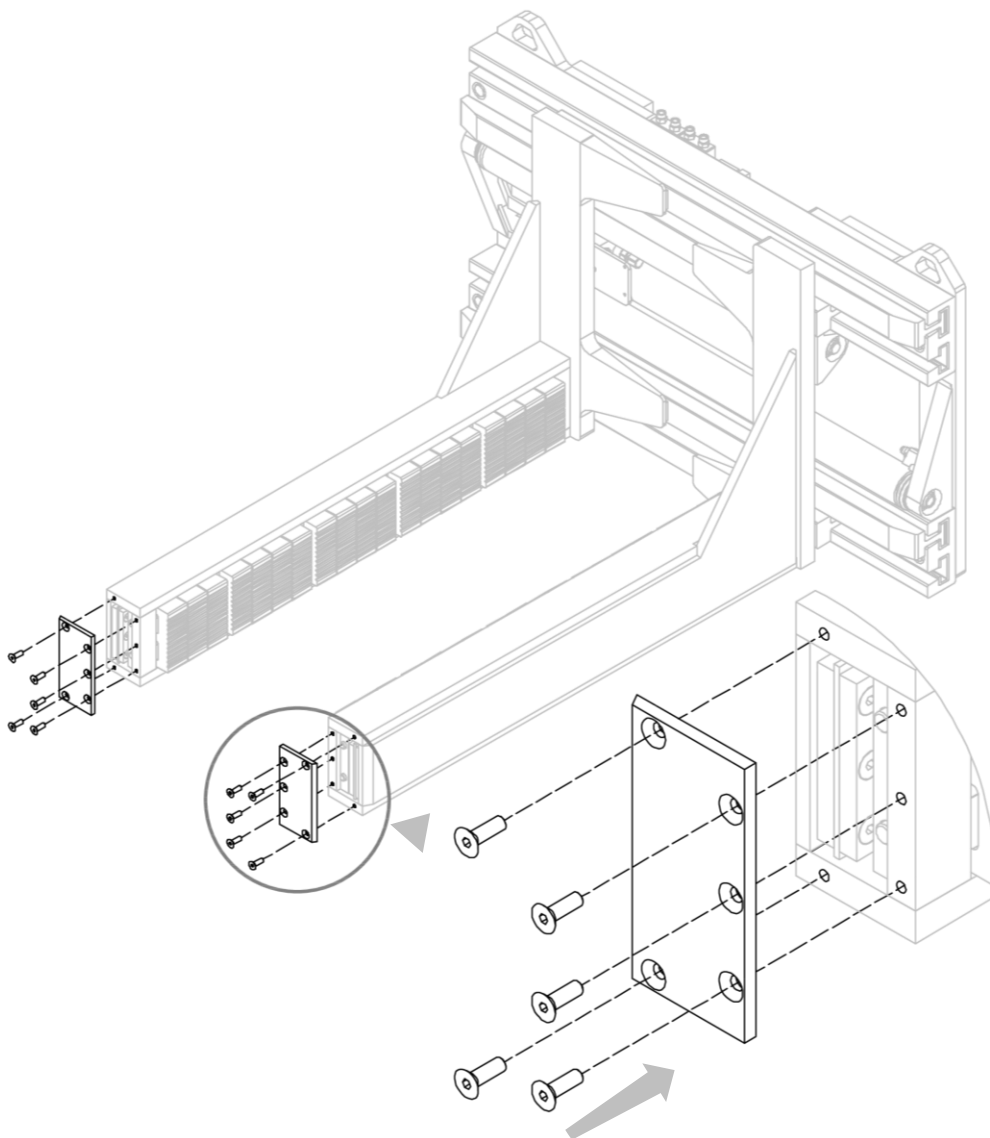

Figura 19
2. Montar las tapas frontales con los correspondientes tornillos (mira *Figura 19*).